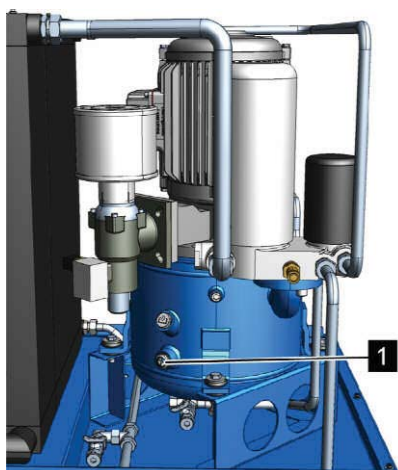

Рис. 29: Проверка уровня охлаждающей жидкости через смотровое отверстие
6. Проверьте уровень охлаждающей жидкости через смотровое окно (Рис. 29/1) и при необходимости долейте охлаждающую жидкость, как описано в ☞ Глава 8.4.2 «Проверка уровня охлаждающей жидкости / доливка охлаждающей жидкости» на странице 87.